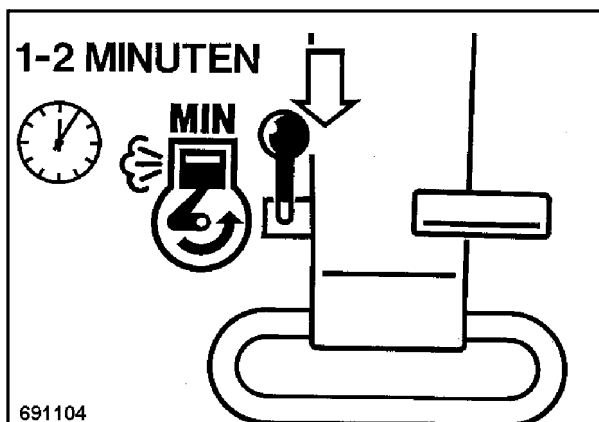

Fig. 9
- Colocar la palanca de revoluciones (Fig. 9) en posición 'MIN.' y dejar el motor funcionar en marcha en vacío durante un tiempo breve.